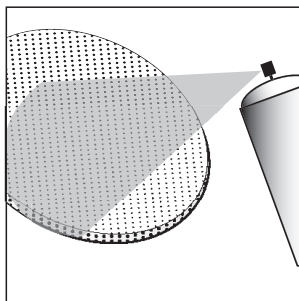

FIGURE 9
4. After removing the grille by carefully hooking it with a bent paper clip and pulling it gently away from the frame, spray on two thin coats of finish color. If you're using a compressor and spray gun, use the finest, most diffuse setting. Be careful not to fill the holes in the grille with paint [figure 9].
4. Après avoir dégagé la grille à l'aide d'un trombone plié et l'avoir retirée du cadre, retirez sa toile de revêtement intérieur puis vaporisez-la de deux minces couches de peinture de finition. Si vous utilisez un compresseur ou un pistolet pulvérisateur, choisissez le réglage le plus fin, le plus diffus. Assurez-vous de ne pas boucher les trous de la grille avec la peinture [figure 9].